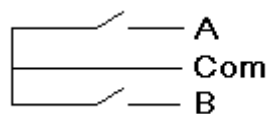

図 1
1. ホイールマウスエンコーダーの端子 A(図 1 参照)と端子 7 (ENCA0)を接続します。
2. ホイールマウスエンコーダーの端子 B(図 1 参照)と端子 6 (ENCB0)を接続します。
3. USB マウスと PC を接続し、ホイールマウスエンコーダーの Com(図 1)を 5V と接続します。